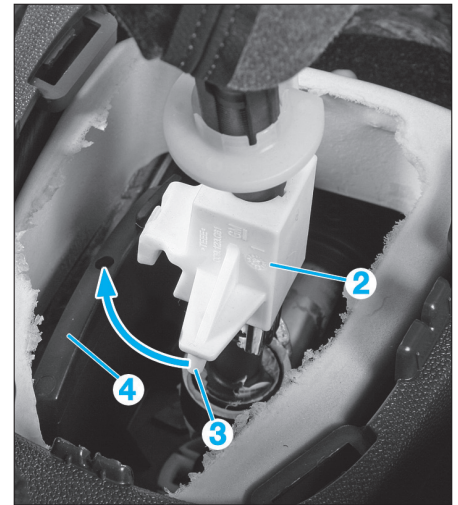

Fig. 11
- Pousser la rondelle (2) vers le haut et la tourner de 90° (Fig.11).